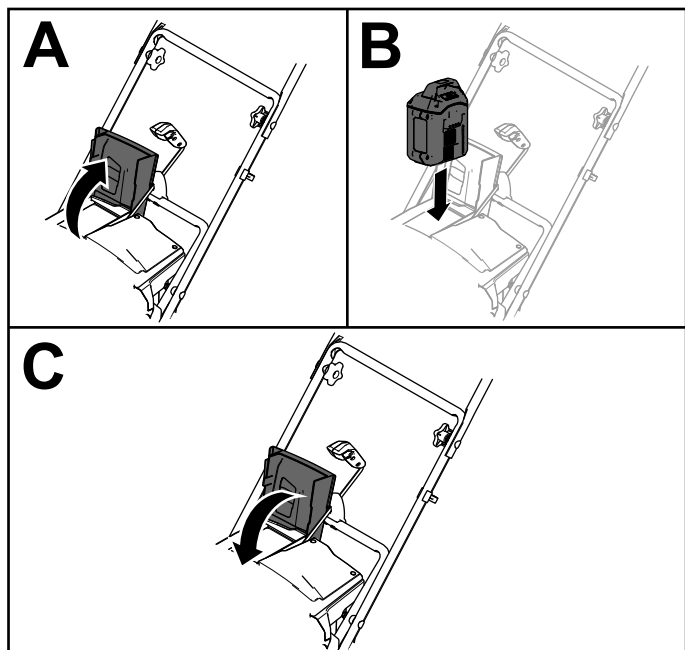

Bild 9
2. Heben Sie den Akkufachdeckel (A in Bild 9) an.
3. Richten Sie die Einbuchtung im Akkupack mit dem Zapfen an der Maschine aus und schieben Sie das Akkupack in das Fach, bis es einrastet (B in Bild 9).
4. Schließen Sie den Akkufachdeckel (C in Bild 9).